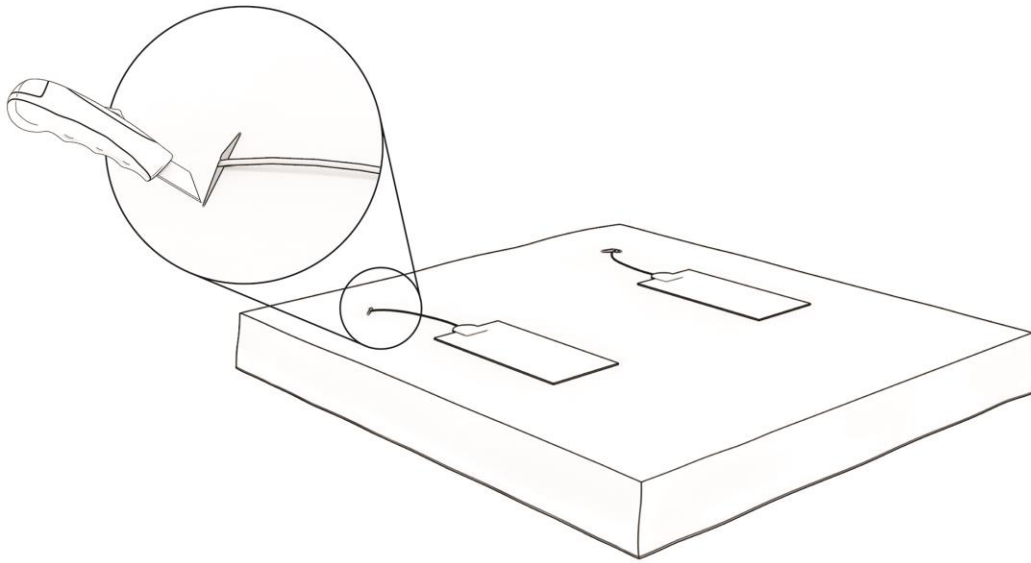

Abbildung 10: Positionierung der Heizelemente und Schlitzte für die Kabel.
Schritt 11. Positionieren Sie die Heizelemente auf dem unteren Teil des Bezuges, wie in Abbildung 10 dargestellt. Es gibt zwei Varianten eines unteren Bezuges. Eine hat vorgestanzte Löcher im Boden des Bezuges, durch die die Kabel der Heizelemente geführt werden können. Bei der anderen Variante muss man mit einem Stanley-Messer selbst Schlitz in den Boden des Bezuges, an den in Abbildung 10 gezeigten Stellen, anbringen und die Heizelementkabel durch diese Schlitz im Bezug und durch die Löcher in den Bodenplatten führen.